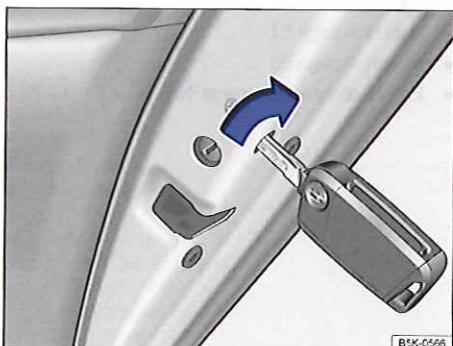

Fig. 229 Sur le chant de la porte arrière droite : verrouillage d'urgence du véhicule à l'aide de la clé du véhicule
- Insérez le panneton dans la fente située derrière l'ouverture et, pour la porte droite, tournez-le dans le sens des aiguilles d'une montre **→ fig. 229** (flèche) ; procédez de manière analogue dans le sens inverse des aiguilles d'une montre pour la porte gauche.